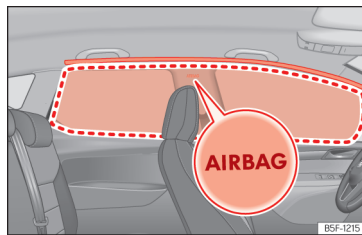

Abb. 31 Einbauort und Entfaltungsbereich des Kopfairbags.
Die Kopfairbags befinden sich zu beiden Seiten im Innenraum oberhalb der Türen »» **(Abb. 31)** und ihre Einbauorte sind mit dem Schriftzug „AIRBAG“ gekennzeichnet.
Der eingerahmte Bereich wird vom auslösenden Kopfairbag erfasst (Entfaltungsbereich) »» **(Abb. 31)**. Deshalb dürfen in diesen Bereich niemals Gegenstände abgelegt oder befestigt werden »» **⚠**.
- Stellen Sie sicher, dass Kinder richtig in ihren Sitzen sitzen und ihren Kopf nicht in den Entfaltungsbereich der Kopfairbags halten »» **(Abb. 31)**, da sie beim Auslösen der Airbags von diesen getroffen werden und schwere Verletzungen erleiden könnten.